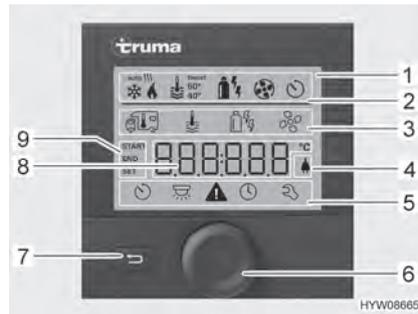
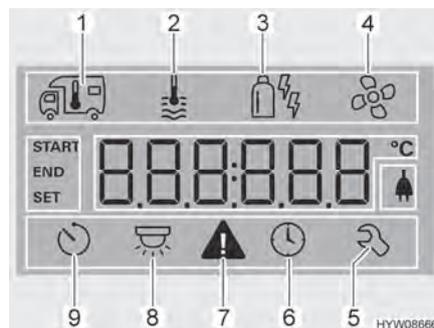

Fig. 110 Unidad de mando con visualizaciones
Fig. 111 Display (unidad de mando)
- Línea de estado (Fig. 110,2)
- Línea del menú superior (Fig. 110,3)
- Zona de visualización (Fig. 110,8)
- Línea del menú inferior (Fig. 110,5)
- Pulsar el pulsador giratorio (Fig. 110,6) por aprox. 3 segundos. Se visualizarán las dos líneas de menú (Fig. 110,3 y Fig. 110,5). El primer símbolo parpadeará.
- Girar el pulsador giratorio (Fig. 110,6) hasta que parpadee el símbolo de menú deseado.
- Pulsar el pulsador giratorio para guardar el valor ajustado. Si sin embargo no se desea cambiar el valor ajustado originalmente: Pulsar la tecla Atrás (Fig. 110,7).
- Girar el pulsador giratorio (Fig. 110,6) hasta que parpadee el símbolo de menú Calefacción (Fig. 111,1).
- Pulsar el pulsador giratorio para guardar el valor ajustado. El símbolo en la línea de estado (Fig. 110,2) parpadeará hasta que se haya alcanzado la temperatura ambiente ajustada. Si sin embargo no se desea cambiar el valor ajustado originalmente: Pulsar la tecla Atrás (Fig. 110,7).
- Girar el pulsador giratorio (Fig. 110,6) hasta que parpadee el símbolo de menú Agua caliente (Fig. 111,2).
- Pulsar el pulsador giratorio para guardar el valor ajustado. El símbolo en la línea de estado (Fig. 110,2) parpadeará hasta que se haya alcanzado la temperatura de agua caliente ajustada. Si sin embargo no se desea cambiar el valor ajustado originalmente: Pulsar la tecla Atrás (Fig. 110,7).
- Girar el pulsador giratorio (Fig. 110,6) hasta que parpadee el símbolo de menú de modo de funcionamiento (Fig. 111,3).
- Pulsar el pulsador giratorio para guardar el modo de funcionamiento ajustado. Si sin embargo no se desea cambiar el modo de funcionamiento ajustado originalmente: Pulsar la tecla Atrás (Fig. 110,7).
- Girar el pulsador giratorio (Fig. 110,6) hasta que parpadee el símbolo de menú Ventilador (Fig. 111,4).
- Girar el pulsador giratorio (Fig. 110,6) hasta que parpadee el símbolo de menú Reloj programador (Fig. 111,9).
- Pulsar el pulsador giratorio. El reloj programador estará activado. El símbolo Reloj programador (Fig. 111,9) parpadeará si el reloj programador está programado y activo.
En caso de una advertencia, parpadeará el símbolo de advertencia (Fig. 111,7). La calefacción continuará funcionando. Si sólo se trata de una avería temporal, el símbolo de advertencia se apagará automáticamente.